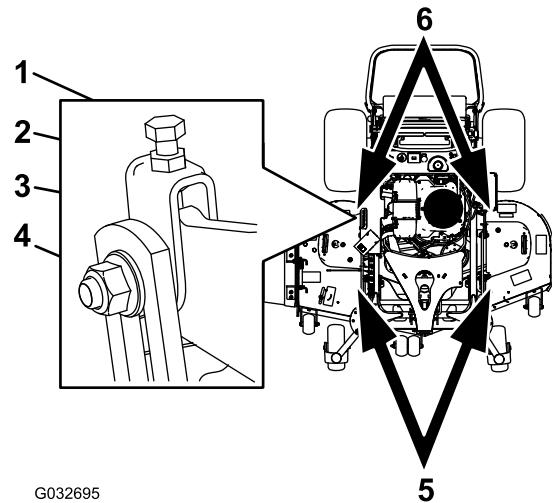

**Figure 99**
2. Tournez 1 lame dans le sens longitudinal. Aux points **A** et **B**, mesurez l'écart entre une surface plane et le tranchant de la pointe des lames (Figure 99).